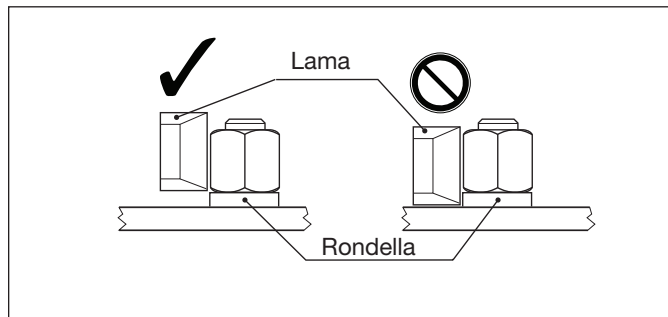

Figura 9, Posizione della lama
- Accertarsi che il lato inferiore della testa di taglio sia in battuta contro la flangia, poiché la lama deve essere il più vicino possibile alla parte inferiore del dado. Tuttavia se sotto il dado è presente una rondella, posizionare lo spaccadadi in modo tale che la lama di taglio non tocchi la rondella. Vedere la Figura 9.